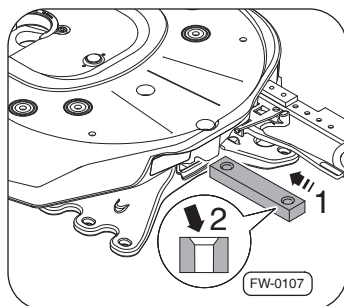

図17 インサート・クランプ
- 両側の横方向（図17の矢印1）にクランプを取り付けて下さい。同時に、矢印2のスレッドのチャンファー（面取りした面）の正しい位置を確認して下さい。（チャンファーが上向きになります。）